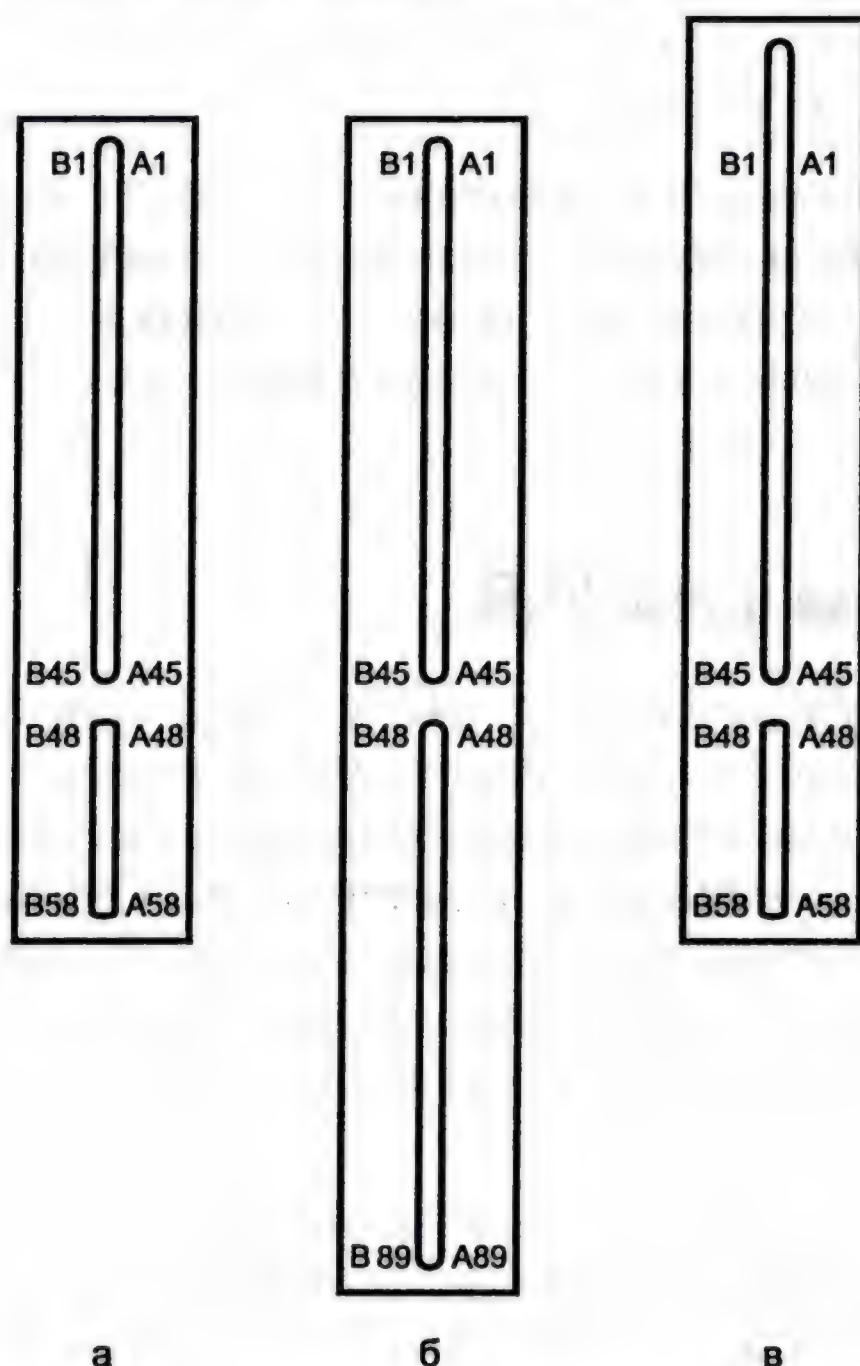

Рис. 4.8. Слоты MCA: а — 16-битный, б — 32-битный, в — 16-битный с расширением
- *16-битный слот* (рис. 4.8а) использует контакты A1/B1–A45/B45 для 8-битных операций и A48/B48–A58/B58 для 16-битных. Пропущенные номера 46, 47 — ключ для всех слотов.
- *32-битный слот* (рис. 4.8б) имеет удлиненную вторую секцию с контактами A48/B48–A89/B89.
Перед контактами A1/B1 возможно одно из двух *расширений* за счет удлинения первой секции (рис. 4.8в):